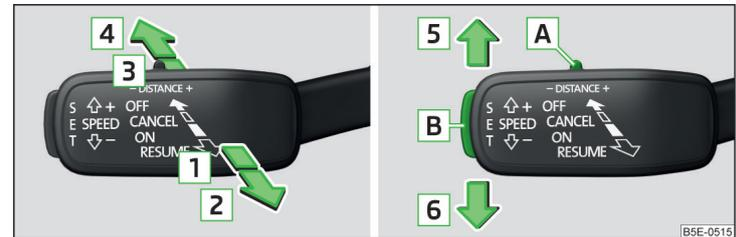

Fig. 142 Alavanca de comando
Visão geral das funções ACC, que serão operadas com a alavanca » Fig. 142
► Premir a tecla **SET** » *Fig. 142 na página 115*.
► **ou:** Ajustar a alavanca na posição suspensa **RESUME** » *Fig. 142 na página 115*.
► Ajustar a alavanca na posição de mola **CANCEL** » *Fig. 142 na página 115*.
A velocidade desejada é ajustada ou modificada com a alavanca de operação » *Fig. 142 na página 115*.
A distância em relação ao veículo da frente pode ser ajustada com a alavanca » *Fig. 142 na página 115* ou no Infotainment » *Manual de instruções Infotainment*.
► Regular o interruptor **DISTANCE** na posição suspensa – ou + » Fig. 142 na página 115.
Uma operação de aceleração, em qualquer momento, a atuação do pedal do travão ou do ponto de pressão **CANCEL** na alavanca de comando » Fig. 142 na página 115 ser cancelado.